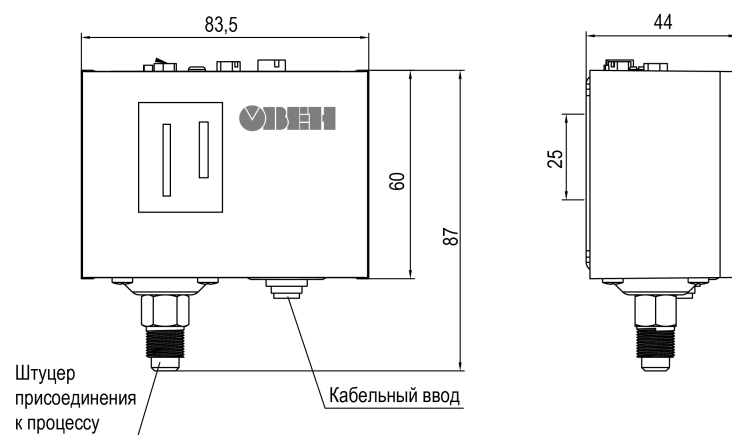

Рисунок 4.1 – Габаритные размеры
| Габаритные и установочные размеры | См. рисунок 4.1 | | |
- габаритные и присоединительные размеры на технологическом объекте соответствуют размерам прибора (см. рисунок 4.1);